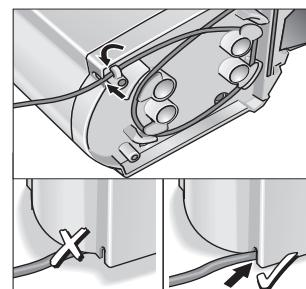

Fig. 3: Opstilling af station
- Hæng resten af netkablet op i kabelkrogene, sørg for, at netkablet er ført igennem kabinetåbningen (fig. 3).